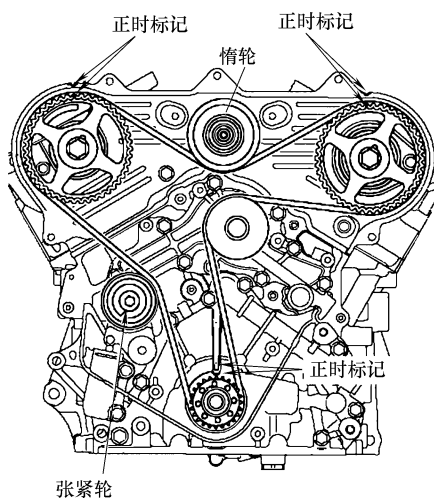

图 28-12 对齐正时标记
② 如图 28-12 所示，顺时针转动曲轴，使正时标记对齐并将 1 缸活塞设置在压缩行程上止点位置。